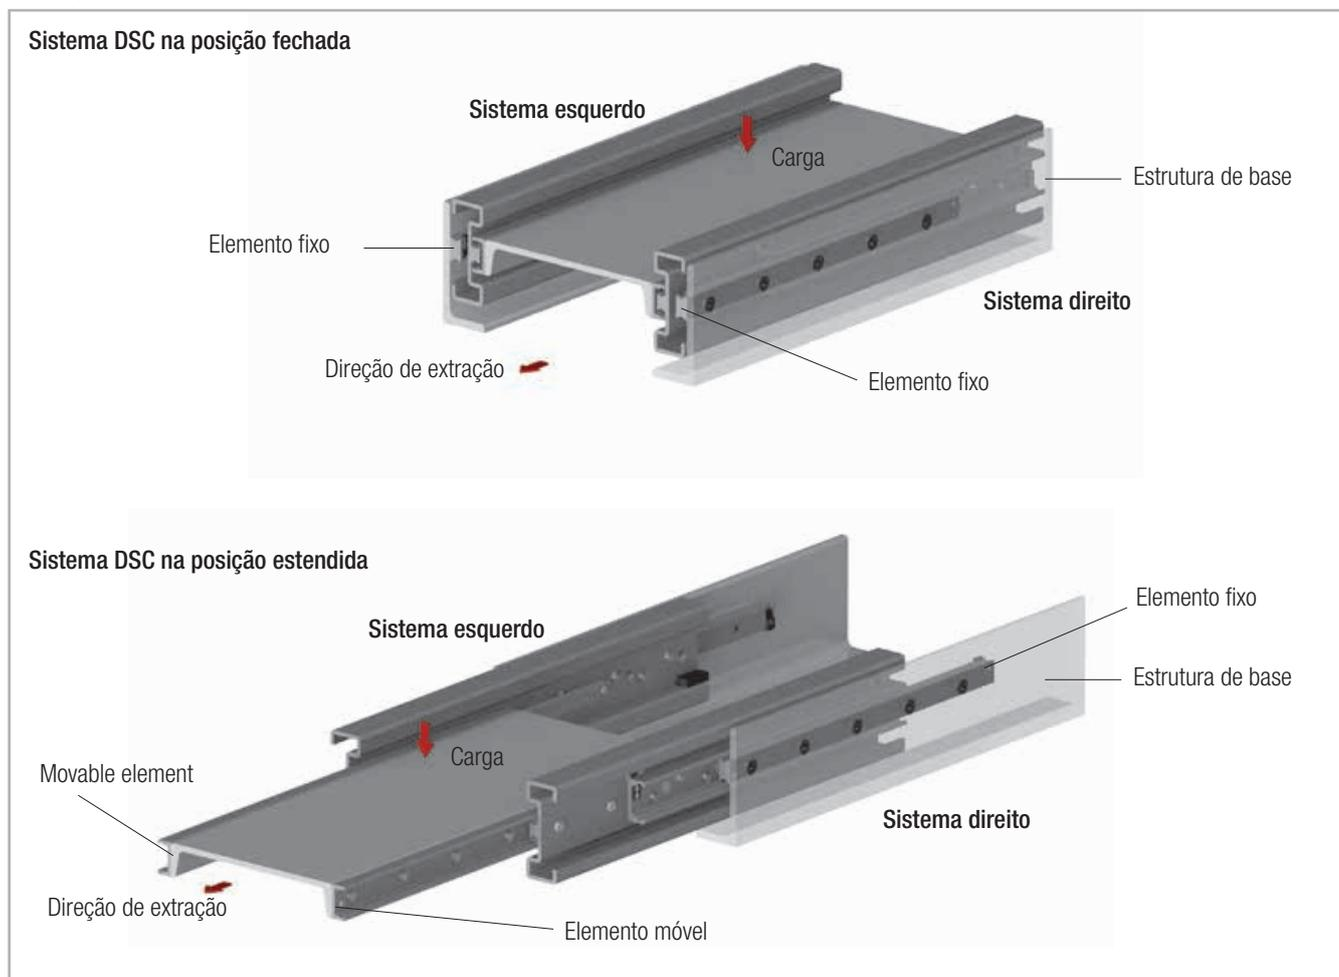

Fig. 76
- Durante a instalação certifique-se de que a carga é montada no elemento móvel (ver Fig. 76). Instalação reversa irá prejudicar o bom funcionamento.